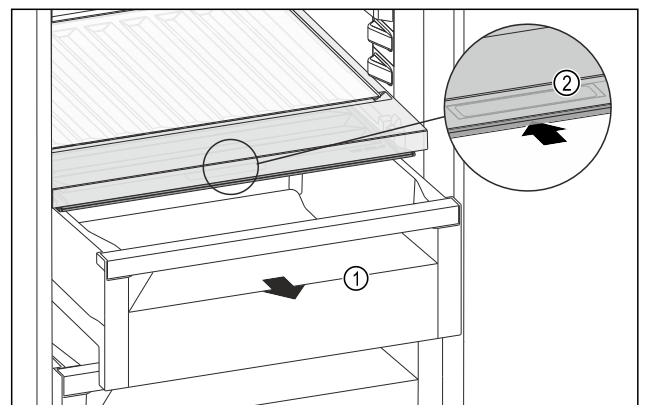

Fig. 150
- ▶ Estrarre il cassetto Fig. 150 (1).
- ▶ Afferrare la maniglia incassata Fig. 150 (2) sul coperchio dello scomparto e spingere allo stesso tempo all'indietro il coperchio dello scomparto.